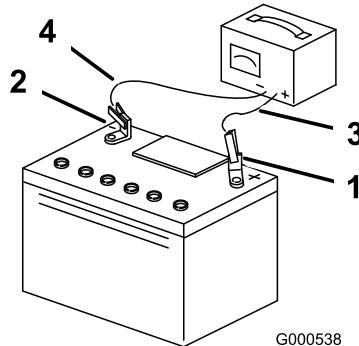

Figure 50
- Quand la batterie est chargée au maximum, débranchez le chargeur de la prise, puis débranchez les fils du chargeur des bornes de la batterie (Figure 50).